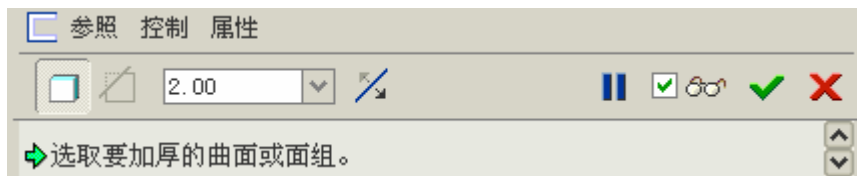

图 61-9
- (1) 在模型树中选中步骤 4 合并的曲面特征，单击菜单【编辑】 【加厚】命令，打开加厚特征操控板，设定厚度为 2，如图 61-9 所示。